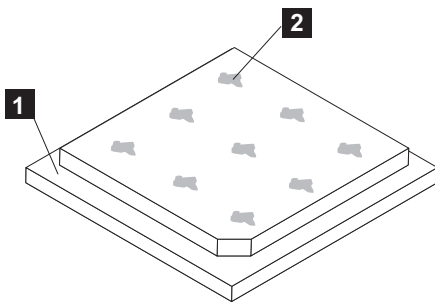

図 306. SAN ボリューム・コントローラー 2145-DH8 マイクロプロセッサへの熱伝導グリースの塗布
- e. 熱伝導グリース用の注射器を使用して、図 306 に示すように、マイクロプロセッサの上部に等間隔で 9 カ所に 0.02 mL ずつのグリースを点状に置きます。グリースを均等に分布するには、最外部の点をマイクロプロセッサの端から約 5 mm 以内に置く必要があります。